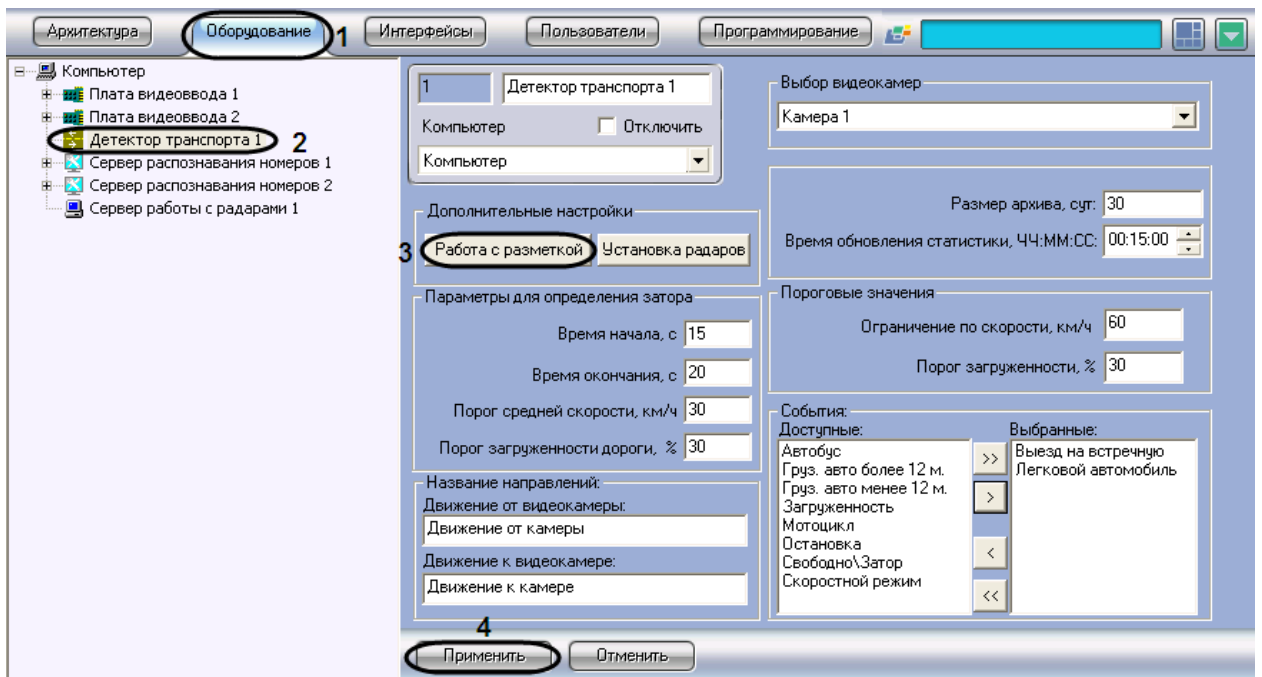

Рис. 7.4-4. Вызов панели работы с разметкой
1. В диалоговом окне «Настройка системы» перейти на вкладку «Оборудование» (см. Рис. 7.4-4, 1).
2. В дереве объектов на вкладке «Оборудование» выбрать объект «Детектор транспорта», соответствующий настраиваемому программному модулю «Детектор транспорта» (см. Рис. 7.4-4, 2). В правой части вкладки «Оборудование» отобразится панель настройки выбранного объекта.
3. Нажать на кнопку «Работа с разметкой» и выбрать пункт «Задать разметку» (см. Рис. 7.4-4, 3).
10. Нажать кнопку «Применить» (см. Рис. 7.4-4, 4).